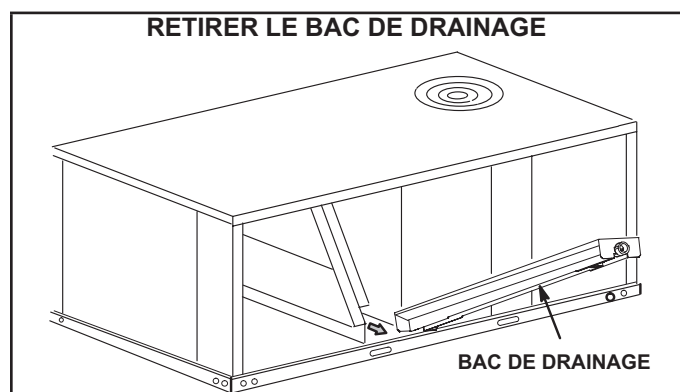

FIGURE 9
- 2 - Soulever le bord avant du bac de drainage et faire glisser le bac hors de l'appareil. Voir FIGURE 9.